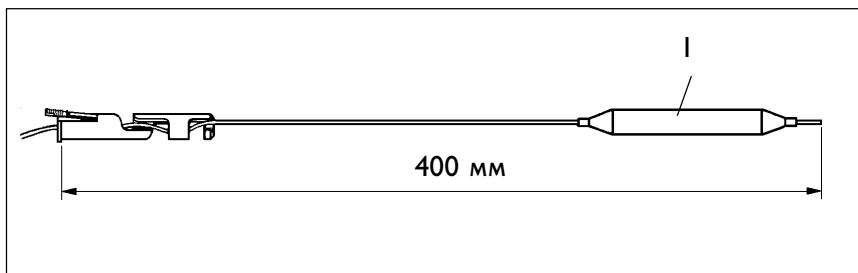

Рис.19
- При срабатывании предохранительного ограничения температуры необходимо заменить регулятор температуры. Затем с помощью кнопки возврата вернуть предохранительный ограничитель температуры в рабочее состояние. Следует соблюдать глубину погружения датчика регулятора температуры (см.рис.19).